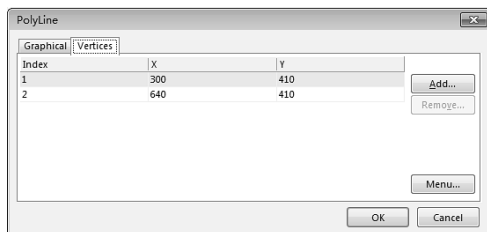

图 4-2-13 Vertices 标签
(2) PolyLine 对话框中的 Vertices 标签。如图 4-2-13 所示，Vertices 标签中给出了直线两个端点的坐标。用户可以手动修改直线端点的坐标。这个功能便于用户快速地按要求绘制出直线。